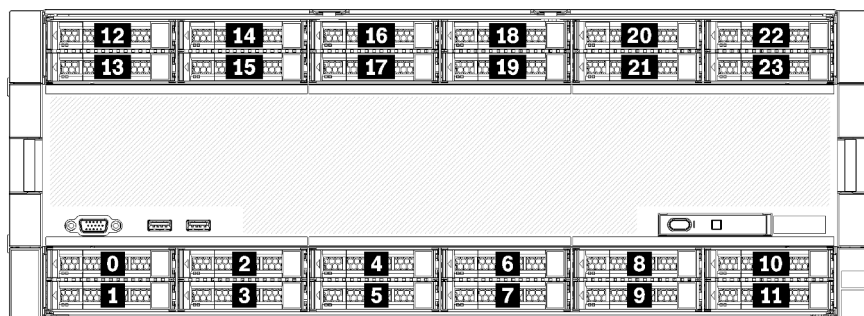

Figure 5. Emplacements des baies d'unité
- Les deux unités supérieures prennent en charge les interfaces SAS, SATA ou NVMe (Lenovo, AnyBay). Le serveur peut prendre en charge jusqu'à 12 unités NVMe, selon la configuration du serveur. Les baies d'unité NVMe compatibles sont les baies paires, comme illustré dans Figure 5 « Emplacements des baies d'unité » à la page 15.